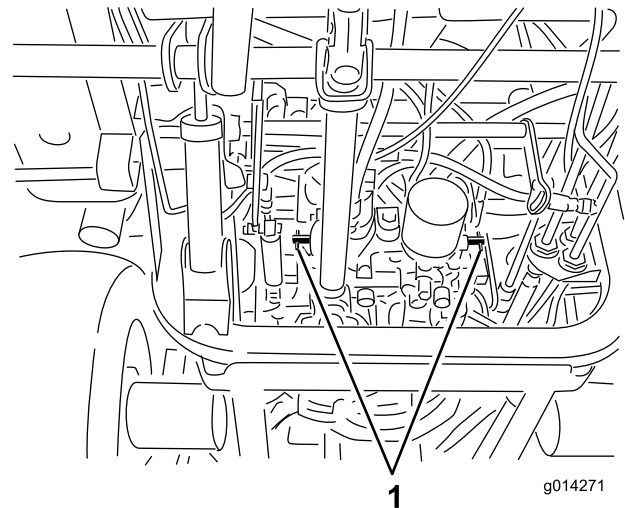

Figura 26
3. Rode cada válvula de derivação no sentido contrário aos ponteiros do relógio 1 volta (Figura 26).
1. Rode cada válvula de derivação 1 volta no sentido dos ponteiros do relógio e aperte-as à mão (Figura 26).
2. Aperte as válvulas com 8 N·m, como se mostra na Figura 26.